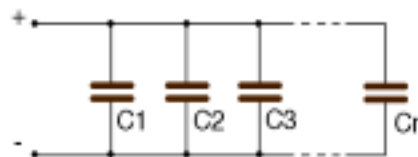

Figura 9
están conectadas entre sí para formar la armadura positiva equivalente al capacitor; las armaduras negativas están conectadas entre sí y forman la armadura negativa equivalente al capacitor, según muestra la figura 9. Vea el lector que en esas condiciones los capacitores quedan sometidos todos a la misma tensión (V) cuando se cargan. Las cargas dependen de las capacidades. La capacidad equivalente en esta asociación está dada por la suma de las capacidades asociadas.